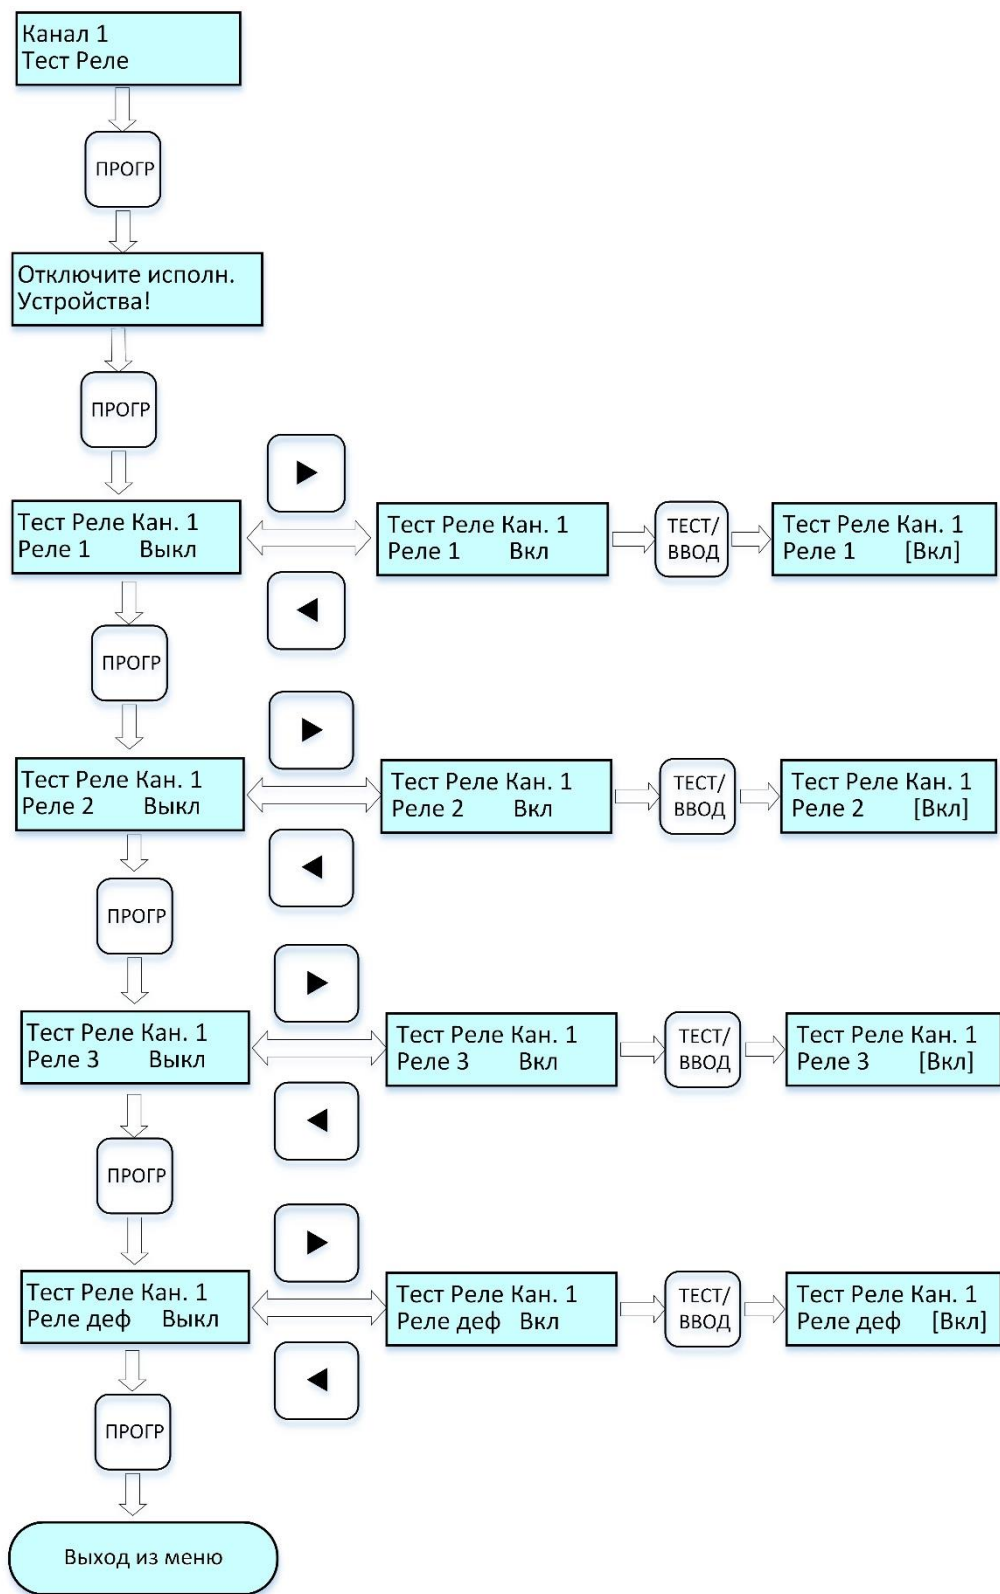

Рисунок 18 – Циклограмма выводимых сообщений на дисплей
2.6.8.1 Войти в режим «Программирование» (п. 2.6.1). В основном меню УП (рис. 7) выбрать нажатием кнопки «◀» или «▶» пункт меню «Канал № Тест Реле», далее выполнить действия по циклограмме рис. 18.